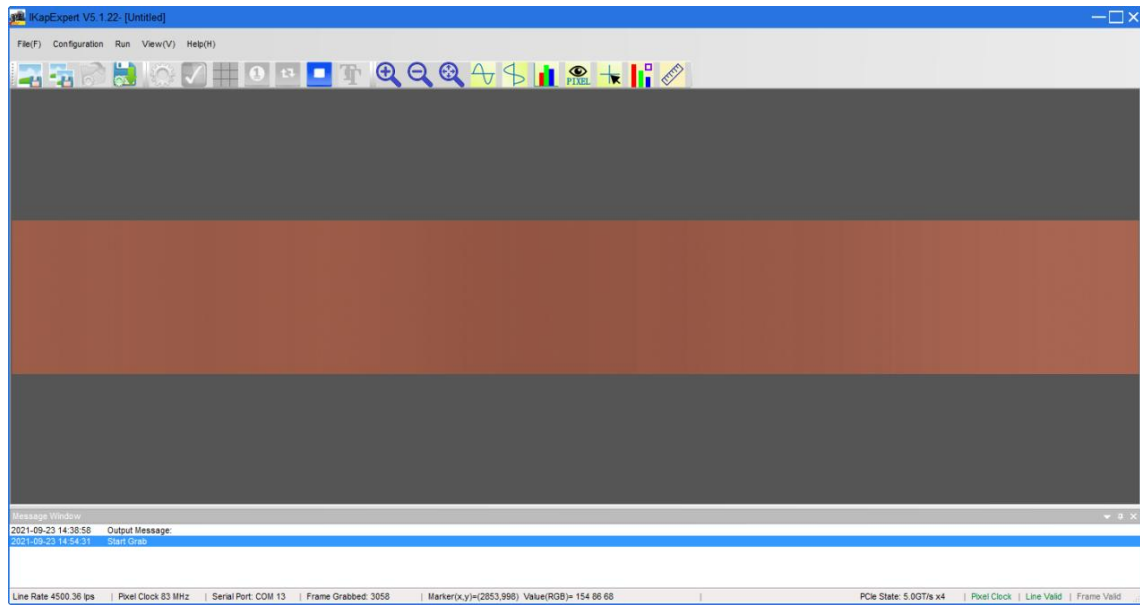

图 32 采集图像时的主界面视图
(5) 参数配置完毕，点击“Apply”。
(6) 点击菜单栏“运行(Run)”->“连续采集(Grab Continuous)”采集图像，如图 32 所示。